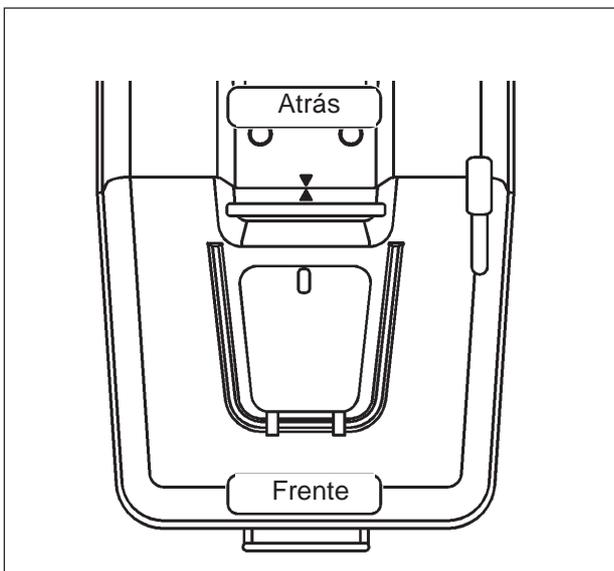

Fig. 7
3. Cuando el recogedor está correctamente posicionado, coloque la etiqueta con el símbolo del triángulo, enfrentada al símbolo de la parte trasera del tractor. Ello le facilitará la alineación en el futuro (Fig. 7).